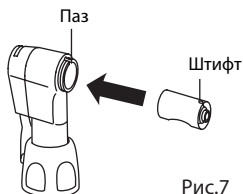

Рис.7
- 5) Вставьте новый картридж в головку, совместив направляющий штифт картриджа с пазом головки. (Рис.7)